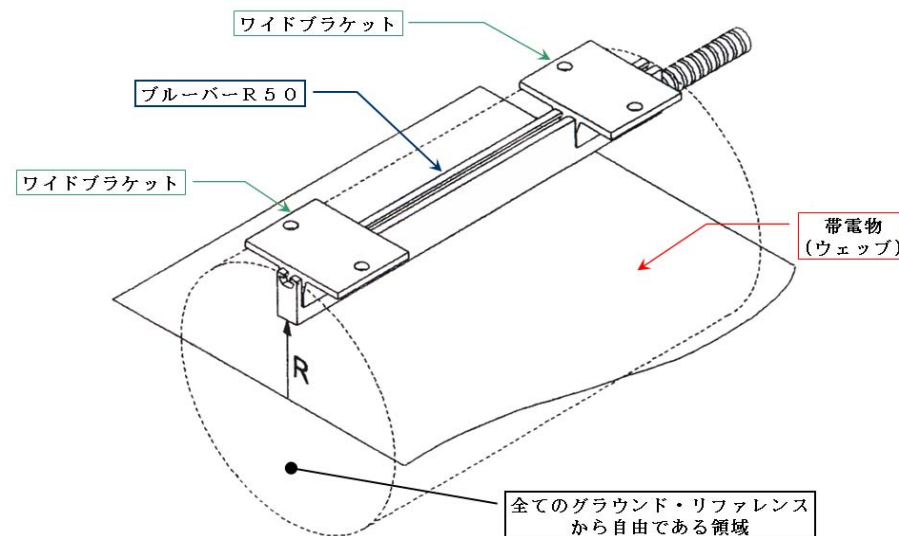

図13 ブルーバーR50の取付
- ブルーバーR50を図13に示しますように放電電極は針状で、先端は鋭利に尖っており、容易に肌等に突き刺さります。取り扱いには十分注意して下さい。